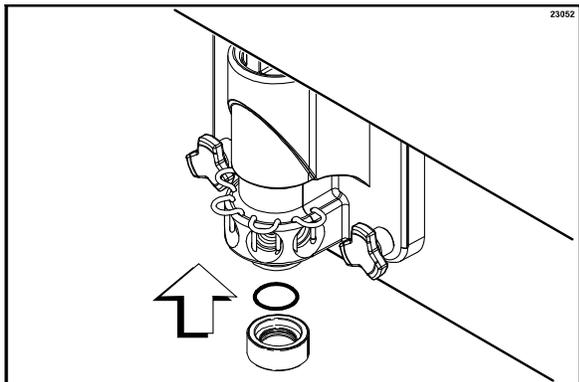

図58
14. Oリングをスパウトキャップに取り付けます。キャップを消毒液で満たします。スパウトの先端部に付けます(図58を参照)。